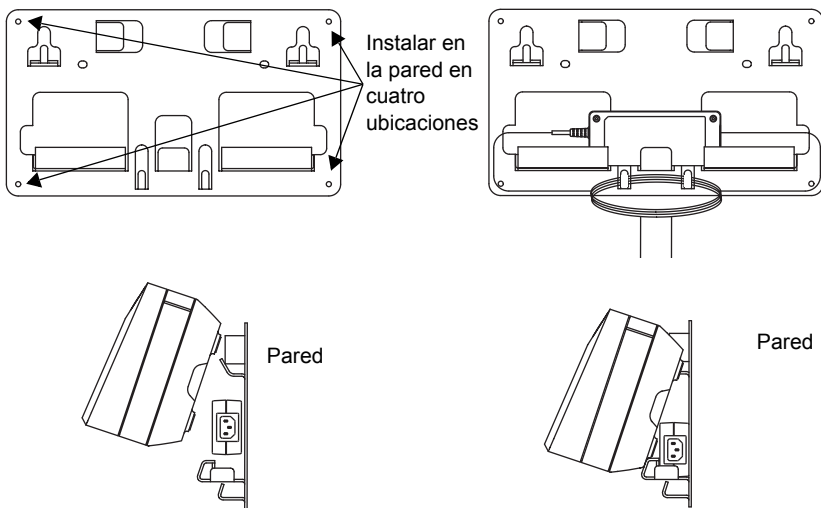

Figura 29: Montaje del cargador para varias unidades en el soporte de pared
4. Cuelgue el cargador para varias unidades en el soporte de montaje en pared como se muestra en la Figura 29.